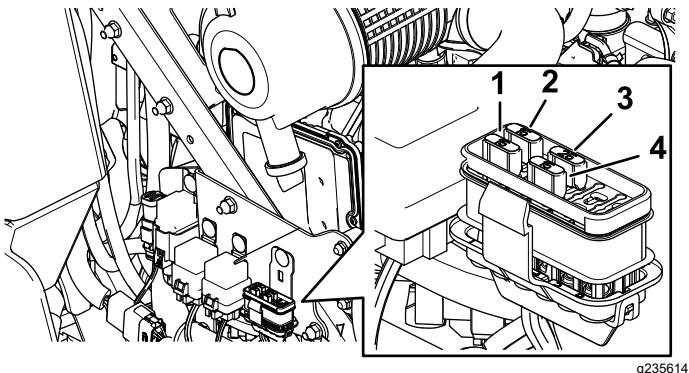

Bild 49
3. Setzen Sie eine neue Sicherung ein (Bild 49).